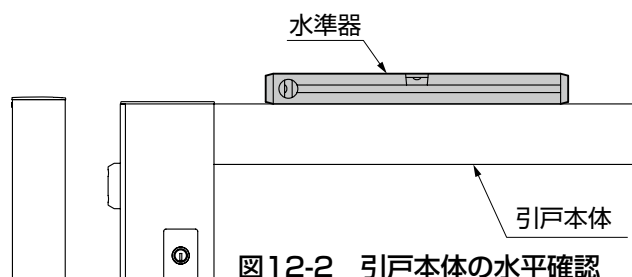

図12-2 引戸本体の水平確認
②引戸本体の上側に水準器をあて、引戸本体が水平かどうか確認してください。(図12-2参照)
③引戸本体が納まらない場合、引戸本体の開閉がスムーズでない場合は、「13-2 前後の調整」「13-3 上下の調整」「13-4 開閉の調整」の順に調整してください。